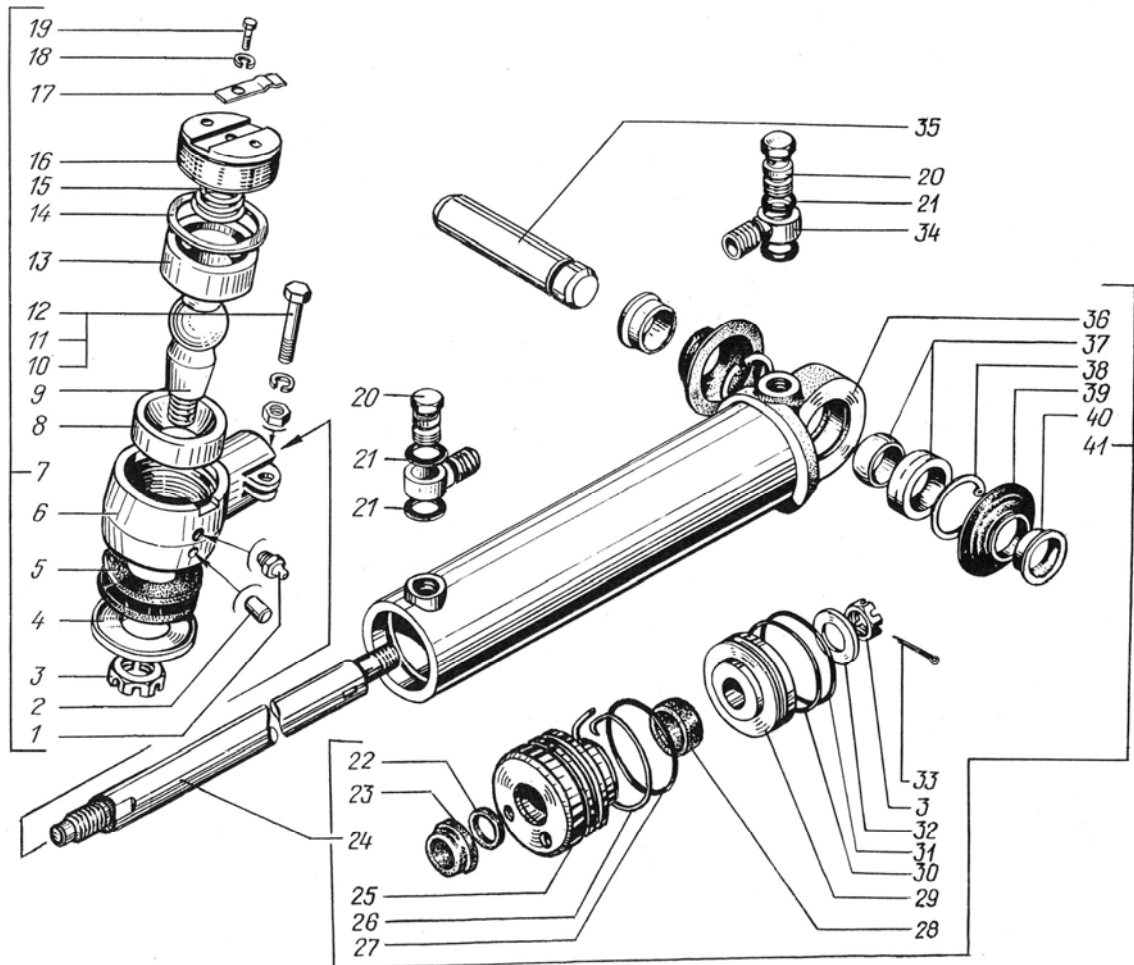

Рис.54. Силовой цилиндр:
В силовом цилиндре (рис.54) расположен поршень 29 со штоком 24, на конце которого имеется шаровой шарнир для соединения с продольной рулевой тягой. Второй конец цилиндра через палец 35 соединен с кронштейном на левом лонжероне рамы автомобиля.
6. Выбить палец 35 (рис.54).
1. Установить в крышку грязесъемник 23 (рис.54), уплотнительное кольцо 22, манжету 28, кольцо 27 и установить крышку на шток 24.